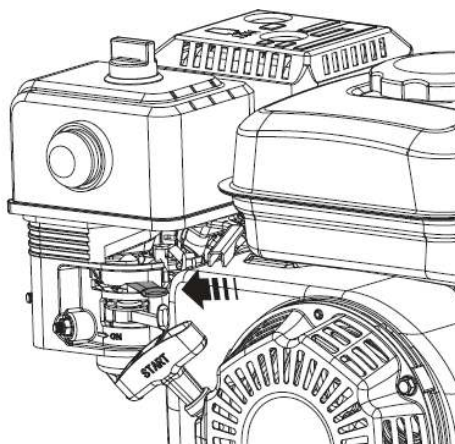

Рис. 23
4. Закройте воздушную заслонку. Для этого переведите воздушную заслонку в крайнее левое положение «Закрыто» (рис.23).
5. Регулятор оборотов поверните влево в режим максимальных оборотов (Рис. 23).